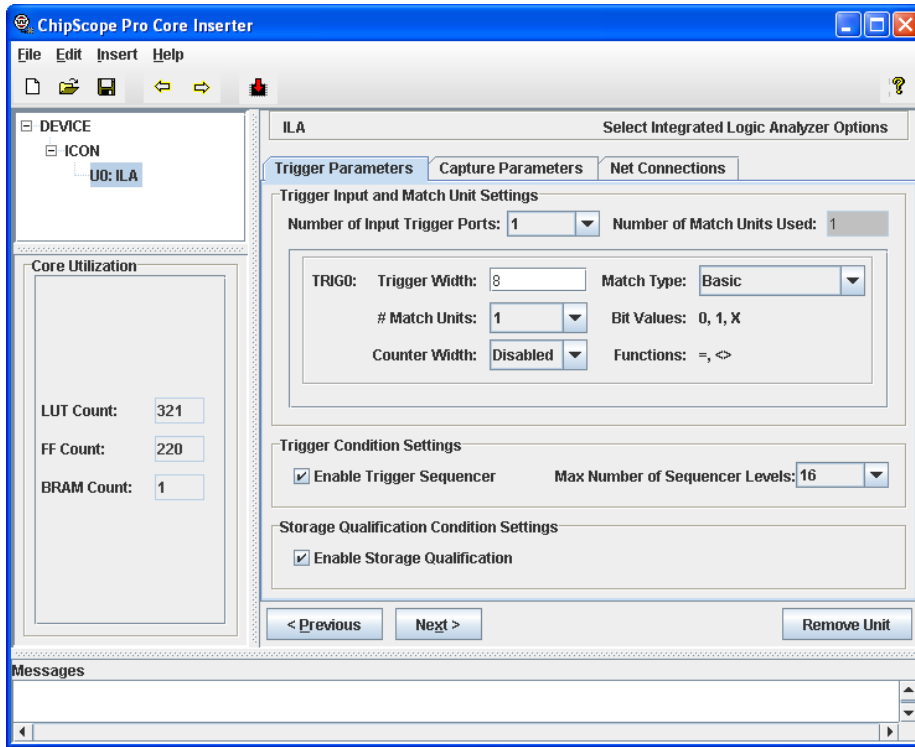

图 2.94 Chipscope Inserter 的触发参数设置
(2) 接下来出现 ICON 设置窗口，设计者可以指定是否插入 JTAG 时钟 BUFG，设置好以后单击【Next】按钮。
(3) 接下来出现设置触发参数的窗口，如图 2.94 所示。